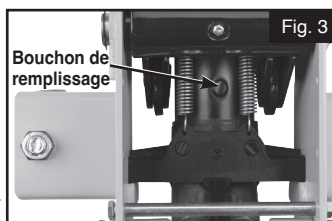

Fig. 3
3. Retirez le bouchon de remplissage sur le dessus du cylindre. Voir Figure 3. Vérifiez que le niveau d'huile à l'intérieur du cylindre couvre juste le haut du piston.